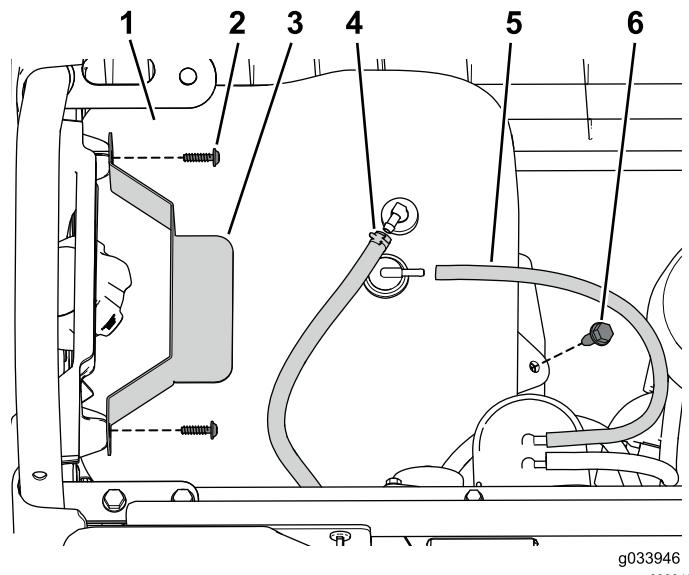

Рисунок 4
1. Отверните болт с фланцевой головкой, который крепит топливный бак к поддону бака (Рисунок 4).
2. Отверните винты крепления прижима (Рисунок 4).
3. Отсоедините вентиляционную трубку и топливный трубопровод от бака (Рисунок 4).
7. Подсоедините топливный трубопровод и вентиляционную трубку к топливному баку (Рисунок 4).
8. Прикрепите прижим с помощью ранее снятых винтов (Рисунок 4).
9. Прикрепите топливный бак к его поддону с помощью ранее снятого болта с фланцевой головкой (Рисунок 4).